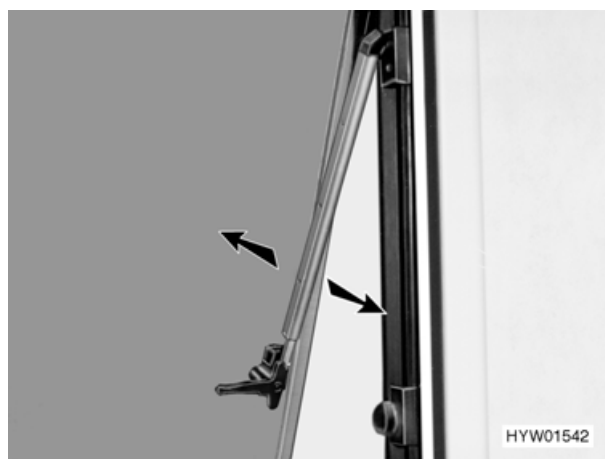

Fig. 20 Finestra apribile, dispositivo automatico di arresto
- Aprire la finestra apribile fino al punto di arresto desiderato. La guida telescopica (Fig. 20) si innesta automaticamente in posizione.